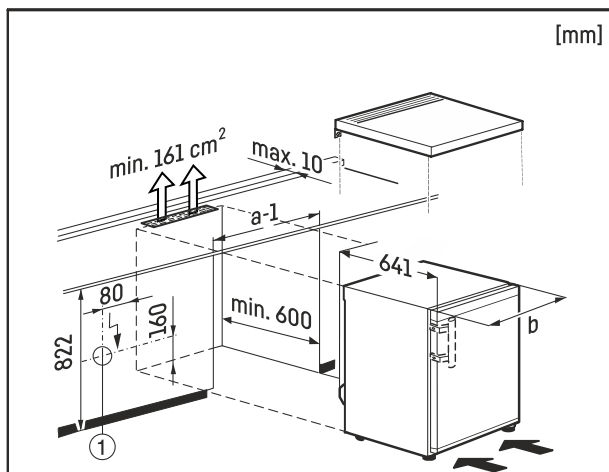

Fig. 9
Stikdåsen Fig. 9 (1) må ikke være placeret direkte bag ved skabet og skal være let tilgængelig.